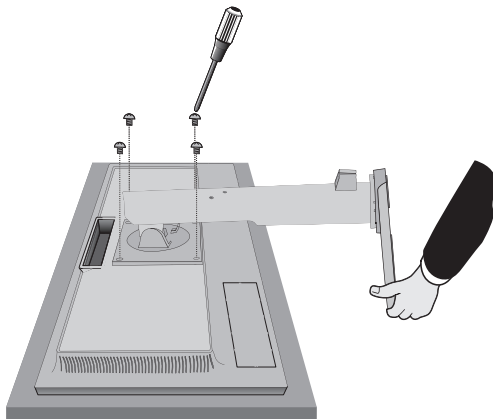

Figura S.1
3. Sitúe el monitor boca abajo en una superficie no abrasiva (**figura S.1**).
4. Retire los 4 tornillos que unen el monitor al soporte (**figura S.1**).